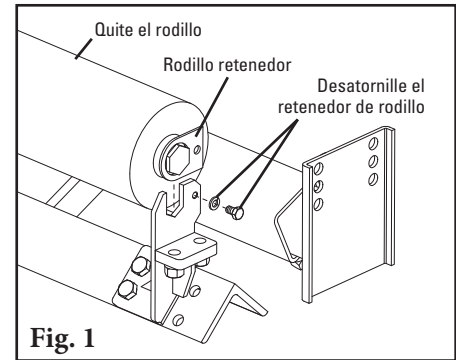
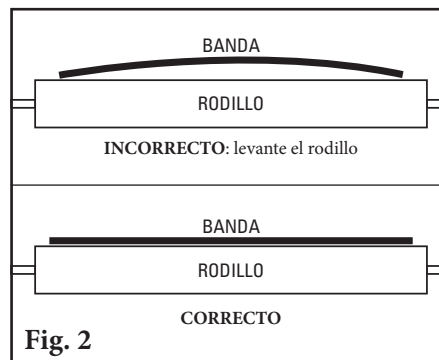

Fig. 1
Fig. 2
- Identifique una abertura de al menos 20" (500mm) si es posible evitar la interferencia con los rodillos sensores durante la instalación (Fig. 1).
2. **Coloque los soportes de montaje.** Se pueden montar en los soportes de montaje de polea existentes O en la parte externa de la estructura, si el ancho de la estructura es el ancho de la banda + 18" (450mm) o menos. Asegúrese de que la banda pase entre los orificios de montaje superiores e inferiores (Fig. 2).
- Si la banda todavía tiene demasiado desalineamiento a un lado, mueva el rodillo sensor hacia el centro. Haga ajustes de 1/4" (6mm) a la vez (Fig. 1). No apriete la banda entre los rodillos, todos los rodillos deben ser 1-1/2" (38mm) más anchos que la banda (Fig. 2).
2. **Quite el rodillo viejo e instale el rodillo nuevo.** Desenrosque y vuelva a atornillar los rodillos retenedores (Fig. 1). Verifique que el rodillo gire fácilmente.
3. **Baje la banda.** Asegúrese de que la banda tenga contacto con el rodillo. Eleve los soportes si no hay buen contacto (Fig. 2). Apriete todos los tornillos.
1. Afloje los tornillos "A" y "B", gire los tornillos "C" para mover los rodillos sensores lejos de la banda (Fig. 1).
2. Afloje la tuerca en la base del rodillo sensor y retírelo del brazo de ajuste (Fig. 2).